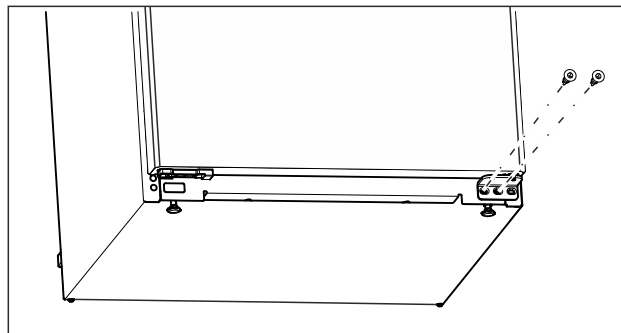

Fig. 15
- Draai de middelste schroef op de onderste lagersteun los met een Torx 20-schroevendraaier. (zie Fig. 15)
- Draai de binnenste schroef van de onderste lagersteun los met een Torx 20-schroevendraaier. (zie Fig. 15)